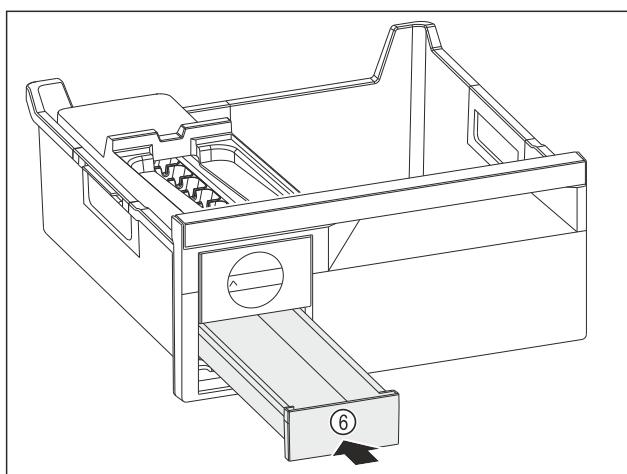

Fig. 129
- Eiswürfelschubfach Fig. 129 (6) einschieben.